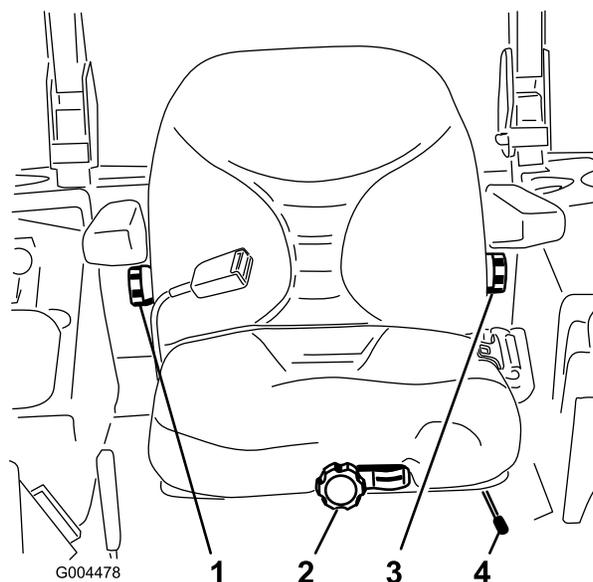

Рисунок 20
1. Для регулировки передвиньте рычаг вбок, чтобы разблокировать сиденье (Рисунок 20).
Не занимая сиденье, поворачивайте ручку регулировки положения сиденья в любом из двух направлений для достижения максимального комфорта (Рисунок 20).
Поворачивайте регулировочную ручку под правым подлокотником в любом из двух направлений для достижения максимального комфорта (Рисунок 20).
Поворачивайте регулировочную ручку под левым подлокотником в любом из двух направлений для достижения максимального комфорта (Рисунок 20).